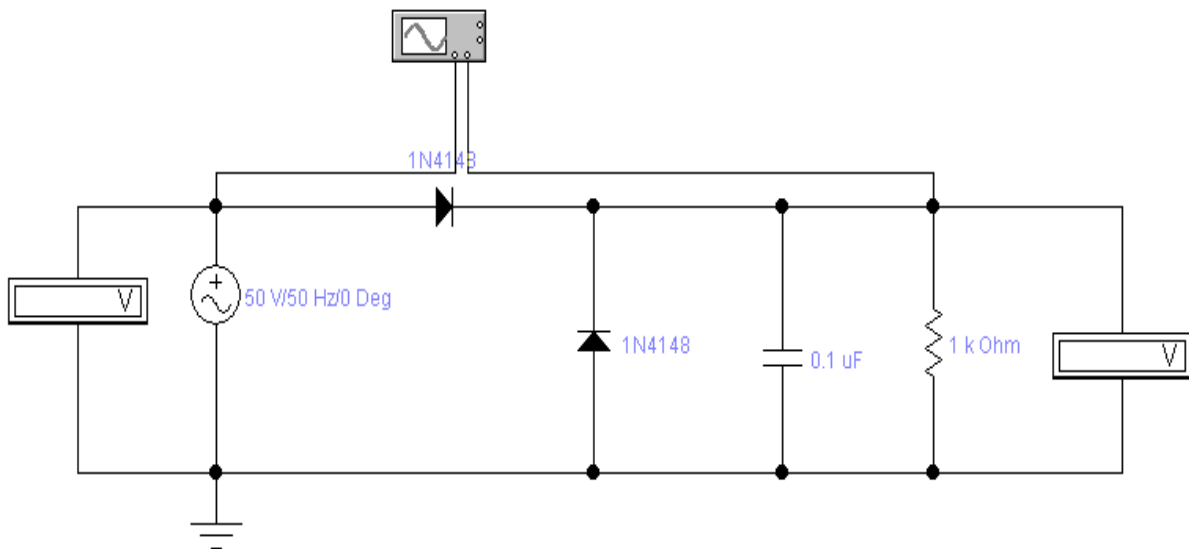

Рисунок 4.50 – Схема випрямляча з ємнісним згладжувальним фільтром
1. Зібрати схему однопівперіодного випрямляча однофазного струму та дослідити роль конденсатора в ємнісному фільтрі для згладжування пульсуючої напруги (рис. 4.50).
6. Пояснити особливості зміни коефіцієнта згладжування пульсуючого напруги на навантаженні R у перетворювачі змінного струму в постійний струм (рис. 4.50) залежно від ємності конденсатора і частоти вхідної напруги.